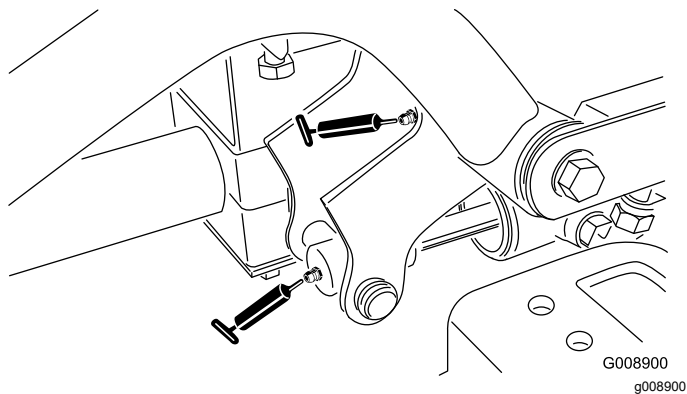

**Bild 50**
- Linke vordere Hubarm-Drehbüchsen und Hubzylinder (2) (Bild 50)